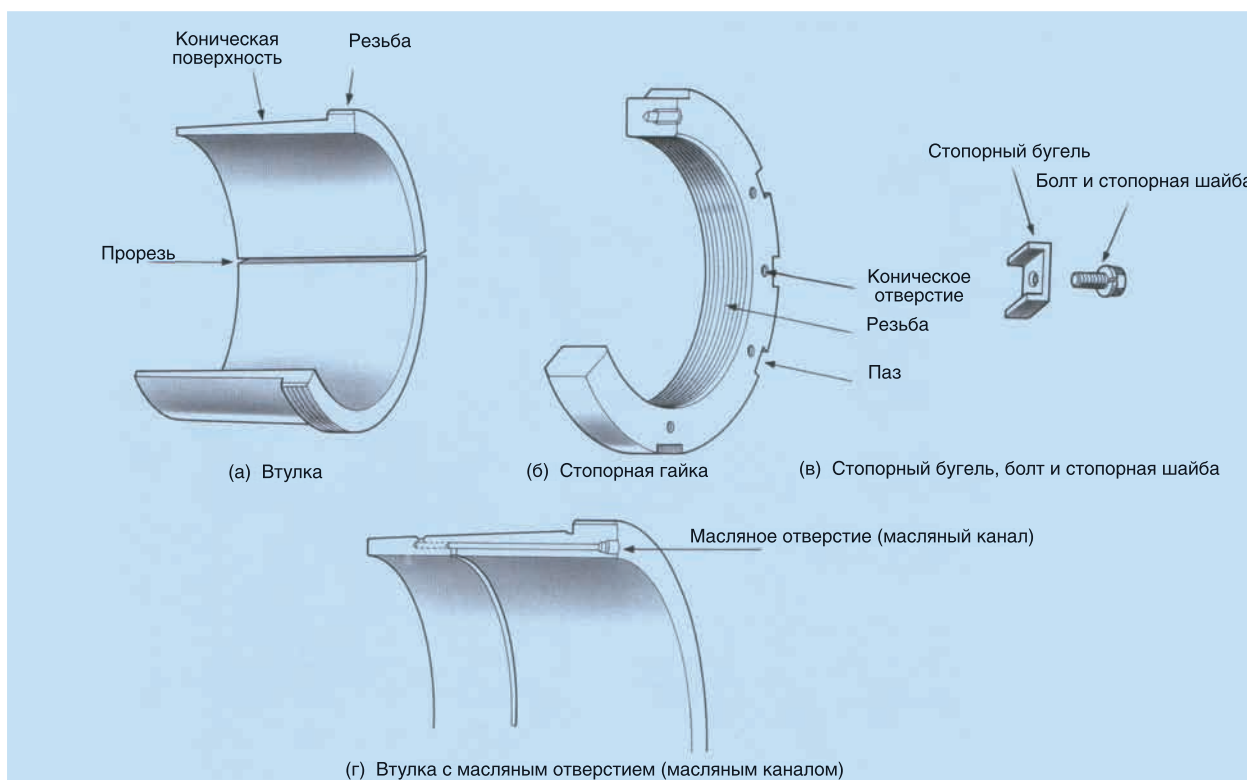
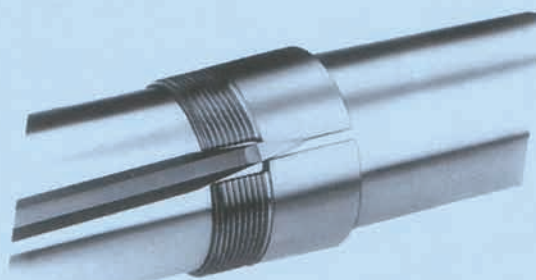
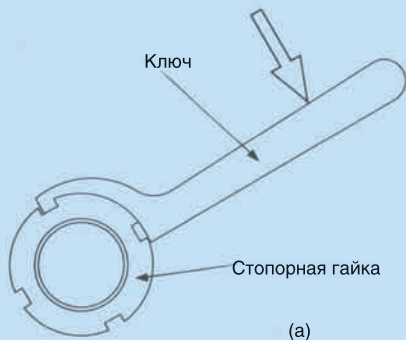

Рис. 2.4 Стяжная втулка
Рис. 2.5 Способ расширения прорези втулки
Рис. 2.6 Способ затяжки стопорной гайки
Закрепительная втулка применяется для монтажа подшипника и состоит из собственно закрепительной втулки, стопорной гайки, стопорной шайбы, стопорного бугеля для предотвращения поворота закрепительной втулки и стопорной гайки. (Рис. 2.3 и Рис. 2.4) Установить или снять закрепительную втулку будет легче, если слегка расширить прорезь зубилом. (Рис. 2.5) Для затяжки стопорной гайки применяется специальный накидной ключ. (Рис. 2.6)
2) Стяжная втулка (рис. 2.4)
На периферии стопорной гайки с номинальным диаметром резьбы менее 200 мм имеется 4 паза. На них отгибаются усы стопорной шайбы. На периферии стопорной гайки с номинальным диаметром резьбы более 200 мм имеется 8 пазов. На торцевой поверхности стопорной гайки напротив пазов расположены отверстия для установки болтов, крепящих стопорный бугель. Гайка, применяемая для демонтажа подшипника и навинчивающаяся на резьбу стяжной втулки, имеет четыре равномерно расположенных паза на периферии. Захваты специального накидного гаечного ключа вставляются в паза на поверхности гайки для завинчивания и отвинчивания гайки. (Рис. 2.6)